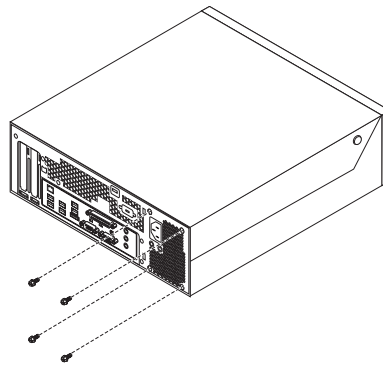

Figura 17. Viti di fermo dell'alimentazione
1. Rimuovere le quattro viti sul retro del telaio che fissano l'alimentatore. Consultare la sezione Figura 17.